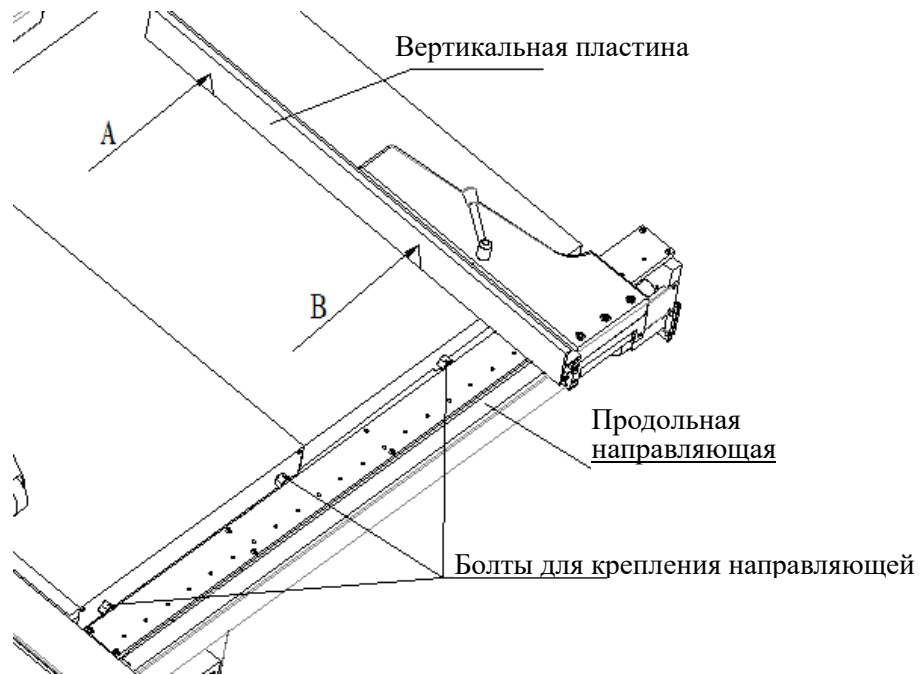

Рисунок 3.6.1
3.6 Регулировка продольного упора (рисунок 3.6.1 и 3.6.2)